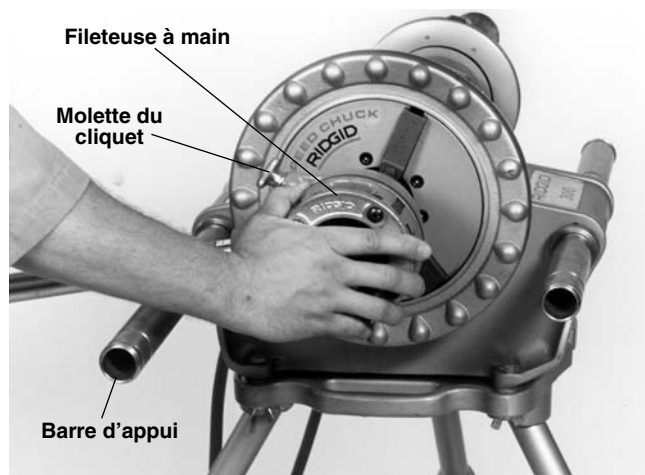

Figure 7 – Enfilage de la fileteuse à main sur le tuyau afin d'engager les filières
3. Reposez le bras du cliquet de la fileteuse à main sur la barre d'appui côté gauche (en regardant de face le système d'entraînement – *Figure 7*).
8. Poussez la tête de filière contre le tuyau avec la paume de votre main droite jusqu'à ce que les filières engagent le tuyau. Une fois engagés, les filières monteront d'elles-mêmes sur le tuyau pour effectuer le filetage (*Figure 7*).